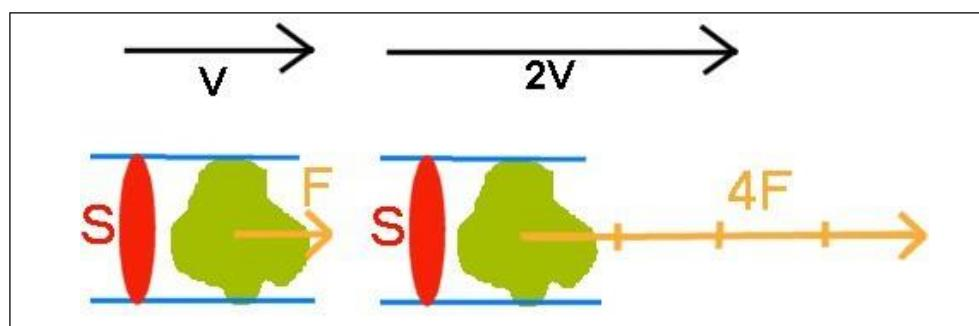

Figure A11 : Pour une surface identique, si par exemple la vitesse V du vent double alors la traînée F de l'objet soumis à ce vent quadruple.
(2) Pour la vitesse du vent, les choses sont un peu moins simples. La relation entre la vitesse du vent et la traînée n'est pas linéaire. Autrement dit, si cette vitesse augmente, la traînée augmente beaucoup plus. Plus exactement, la traînée augmente proportionnellement à la valeur de la vitesse élevée au carré. Voir figure A11. Plus concrètement, **question 15** si la vitesse du vent (flux d'air) qui s'exerce sur l'objet augmente d'un facteur 2, la traînée est multipliée par 4 (2 au carré). **Question 16** Si cette vitesse triple, la traînée est multipliée par 9 (3 au carré). **Question 17** Si cette vitesse quadruple, la traînée est multipliée par (4 au carré) 16. **Question 18** Si cette vitesse est divisée de moitié, la traînée est divisée par (2 au carré) 4. Autre exemple plus concret : Si la vitesse du vent passe de 30km/h à 60km/h (la vitesse double), la traînée quadruple. Si celle-ci était de 300N (Newtons), **question 19** elle sera de 1200N. Le fait que la surface exposée au vent = $2m^2$ et que tout se passe au niveau de la mer ne change rien au problème posé. Exemples semblables : Si la vitesse du vent passe de 30km/h à 90km/h (triple), de 80km/h à 40km/h (diminué de moitié) ou de 20km/h à 60km/h (triple), quel que soit la surface exposée au vent, la traînée passera respectivement **question 20** de 100N à 900 N (3 au carré), **question 21** de 1200N à 300N (2 au carré = 4 mais en division) ou **question 22** de 100N à 900N (3 au carré).